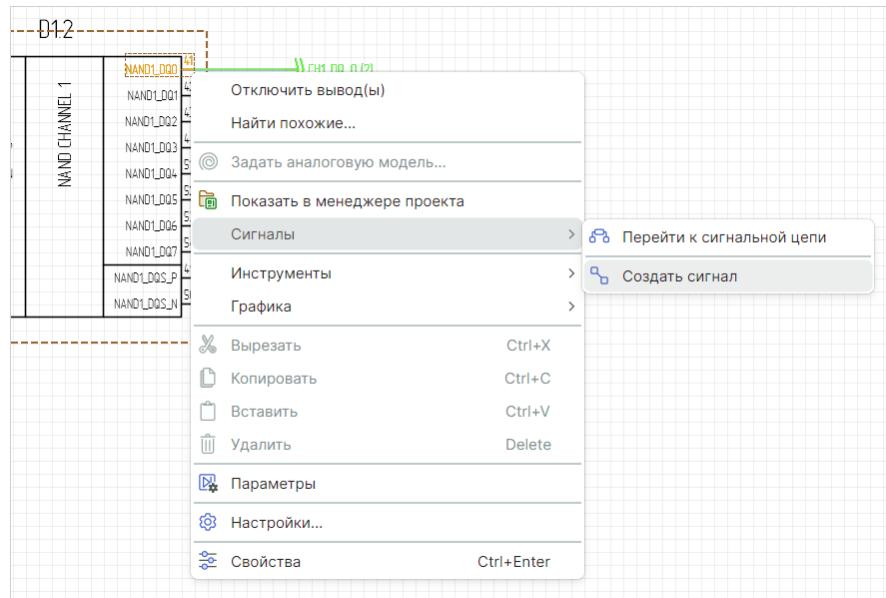

Рис. 138 Переход к созданию сигнала
2. Из контекстного меню выберите «Сигналы» → «Создать сигнал», см. Рис. 138.
Примечание! Для создания новой сигнальной цепи на электрической схеме воспользуйтесь командой контекстного меню «Сигналы» → «Создать сигнальную цепь» для выбранного проводника/контакта, см. Рис. 138.